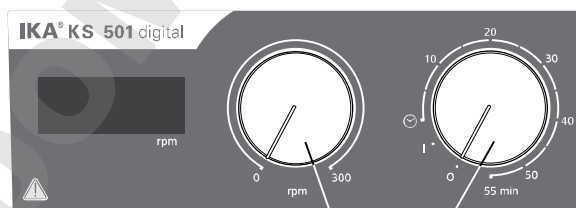

Fig. 3
- ☞ 기기를 켜려면, “ON / OFF” 및 “타이머” 회전형 노브 (B, Fig. 3 참조)를 시계 방향으로 “1”까지 돌립니다.
- ☞ 장치를 끄려면 “ON / OFF” 및 “타이머” 회전형 노브 (B)를 시계 방향으로 “0”까지 돌립니다.
- ☞ “속도(Speed)” 회전형 노브를 돌려 모터의 속도를 설정합니다 (C, Fig. 3 참조). 모터 속도는 RPM 0-300까지 설정이 가능합니다.